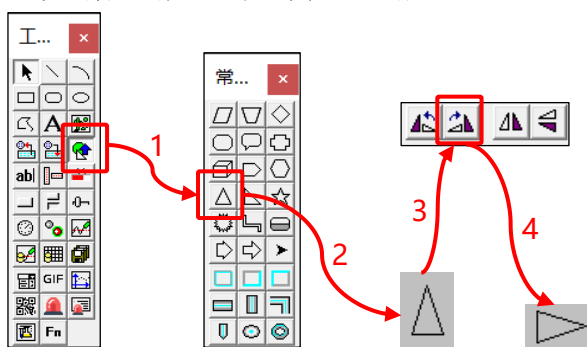

图 3.6-10 三角形组态流程图
- ① 在实时数据库中新建一个整数型变量【主界面高亮】
- ② 在画面中用【常用符号】中的【等腰三角形】画一个细长的等腰三角形当作箭头。然后选中该等腰三角形，点击工具栏中的【右旋 90 度】 按钮将它顺时针旋转 90，如图 3.6-10 所示。